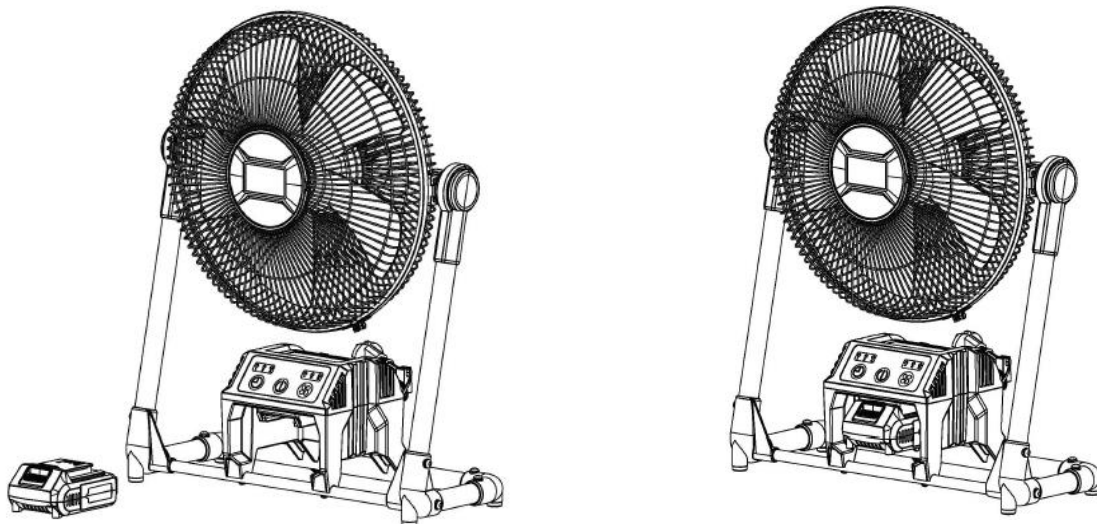

Fig. 2
- Per installare il pacco batteria, inserirlo nel vano batteria sulla ventola. (Vedi Fig. 2)